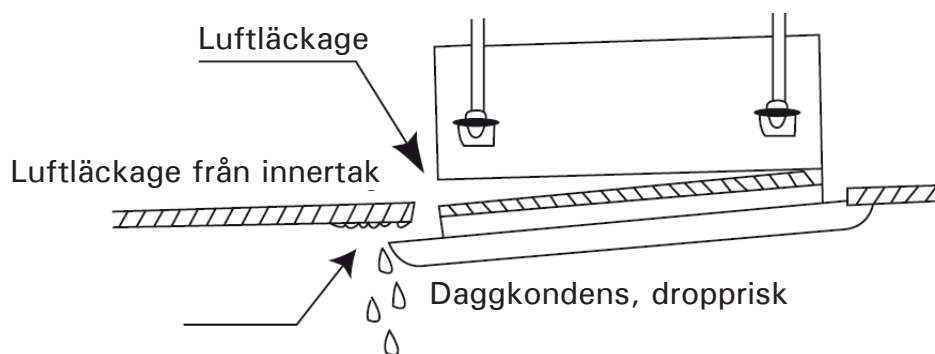

Fig.29
(1) Otillräcklig åtdragning av skruvarna kan leda till fel som visas i Fig.29.